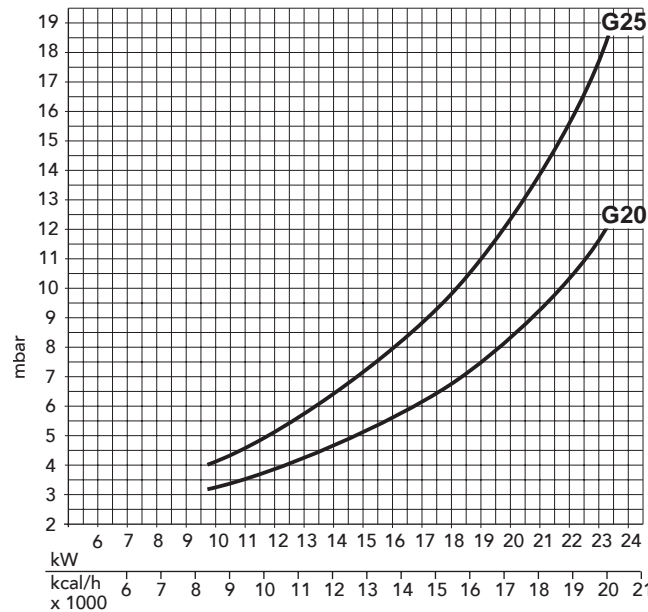

Fig. 3
N.B. - Les pressions du gaz au brûleur et les débits de gaz au cours de la **phase de chauffage installation** indiqués dans le tableau se réfèrent à la **puissance nominale de la chaudière**: si on veut réduire cette puissance (lorsque cela est possible), il faut diminuer la pression du gaz jusqu'à la puissance minimum (cf. diagrammes des Fig. 3 et 4).